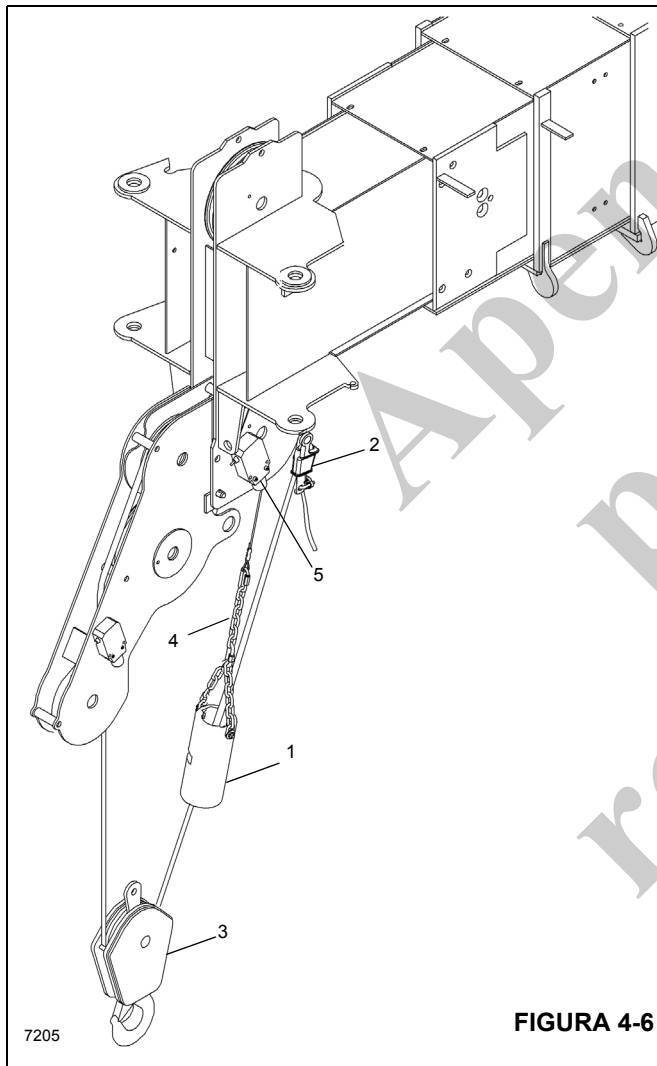

FIGURA 4-6
A passagem dos cabos no moitão de máquinas que utilizam moitão de 2/3 pernas de cabo está indicada na Figura 4-6. Instale o peso anticolisão do moitão (1) no lado do terminal com cunha (2) do moitão (3). Conecte a corrente anticolisão do moitão (4) no conjunto da chave superior (5).